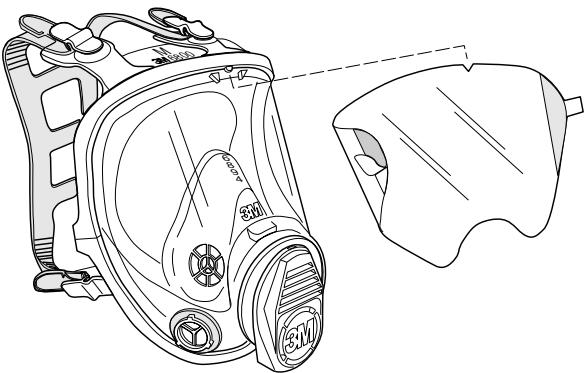

Fig. 12
• 6885 Protecție pentru vizoare (Fig. 12)